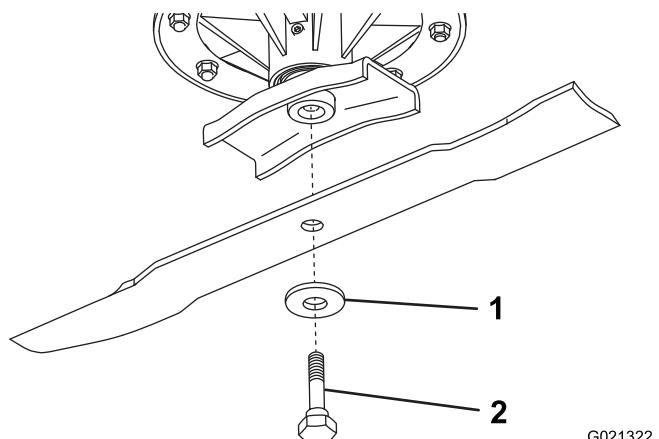

Figura 27
2. Afferrate l'estremità della lama con un cencio o un guanto bene imbottito. Togliete la vite speciale, la rondella Belleville e la lama dal gruppo fusello (Figura 27).